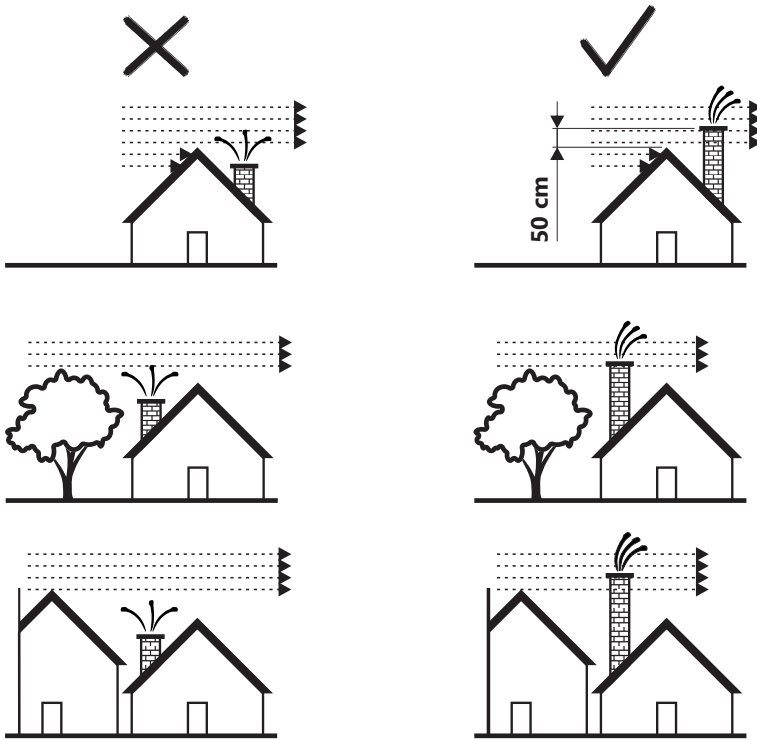

Abbildung 2a
- der Schornstein muss mindestens 0,5 m höher als der Dach sein und über alle Objekte/Hindernisse in seiner Nähe (Nachbarhaus, Baum) hinausragen (Abbildung 2a). - Der Schornstein muss einen entsprechenden Querschnitt haben.